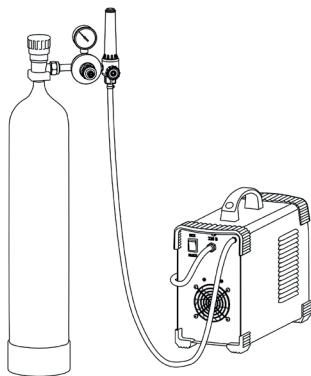

Рис. 8.2. Подключение защитного газа.
2. Подсоедините газовый шланг к газовому разъему аппарата и к газовому редуктору, присоединенному к баллону. При подключении баллон и редуктор должны быть закрыты. Система газоснабжения, состоящая из газового баллона, редуктора и газового шланга, должна иметь плотные соединения (используйте винтовые хомуты), чтобы обеспечить надежную подачу газа и защиту сварочного шва (см. рис. 8.2).